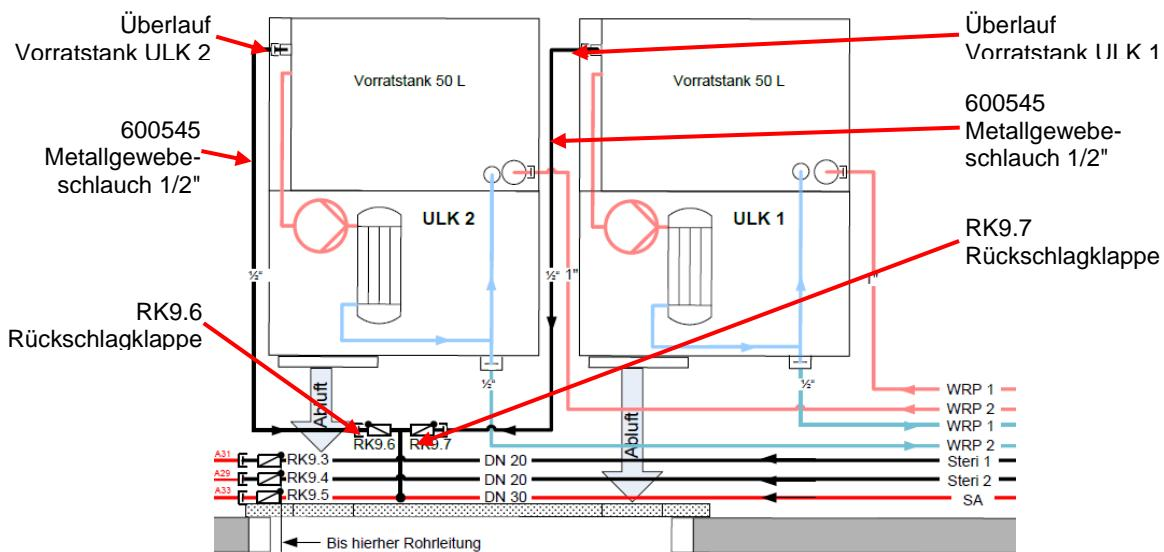

Abb. 4: Anschluss Überlauf ULK
- ◆ Schließen Sie den Metallgewebeschlauch an (Abb. 4:), für:
- ◆ Schließen Sie das andere Ende der Schlauchleitung für den Überlauf (Art.-Nr. 600545) an den Überlauf des Vorratstanks (Abb. 4:) an.